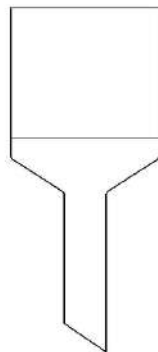

Рис. 8. Воронка Шотта
6. Воронка Шотта (рис. 8) – это стеклянная воронка с несъемной пластинкой из специальной спаянной стеклянной крошки. Крохотные поры фильтра пластины позволяют проводить очистку жидкостей без дополнительных бумажных дисков. Такая воронка отличный вариант для тех случаев, когда реактив растворяет бумагу (концентрированные кислоты, щелочи) или повреждает ее (механические примеси). Пониженное давление заметно ускоряет процесс фильтрования. Изготавливают из боросиликатного стекла, которое предварительно прокалывают. Для таких воронок важна прочность и термостойкость. Воронки Шотта классифицируют: по месту присоединения и наличию шлифа (со шлифом и без, шлиф на горлышке, на сливной трубке); по форме воронки (цилиндрическая, коническая). Соответственно, есть воронки разного диаметра, с разным шлифом. Если есть шлиф, то воронка подбирается под диаметр колбы-приемника со шлифом. Если диаметры разные, используют переходники стеклянные, понижающие или повышающие шлиф/диаметр горлышка. Если нет шлифа, то воронка вставляется в резиновую пробку с отверстием. Воронки маркируются номерами, чем меньше номер, тем меньше отверстий в пластинке и тем они крупнее.